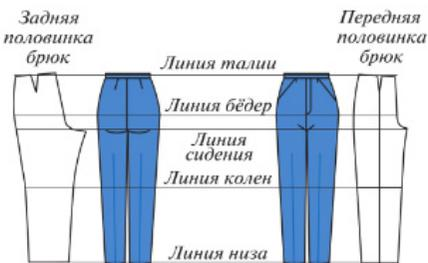

Рис. 6.51. Конструктивные линии на чертеже брюк
1. Используя рисунок 6.51, покажите на чертеже брюк основные конструктивные линии. 2. Сколько основных деталей в конструкции брюк? 3. Расскажите и покажите, как снимаются и записываются мерки. 4. Какие мерки записываются в полном размере, а какие — в половинном?